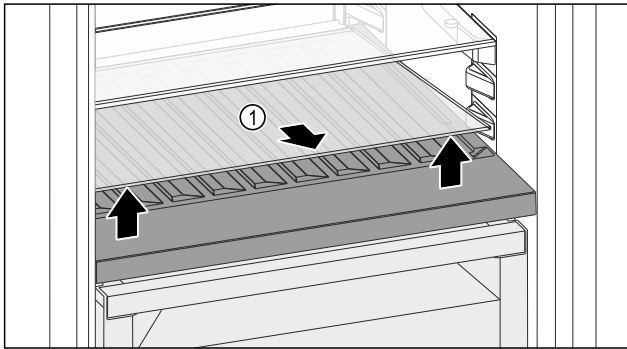

Fig. 144
- ▶ Скористайтесь пазом спереду, щоб підняти скляну полицю Fig. 144 (1) і вийняти її.
- ▶ Безпечно зберігайте скляну полицю Fig. 144 (1) за межами пристрою.
- ▶ Вставте скляну пластину (2) під змінну полицю для зберігання пляшок.